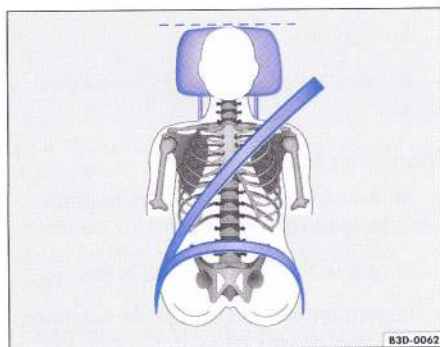
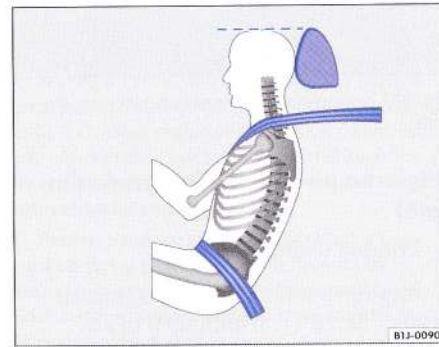

Fig. 51 Văzut din față: tetieră reglată corect și centură de siguranță amplasată corect.
Fig. 52 Văzut dintr-o parte: tetieră reglată corect și centură de siguranță amplasată corect.
- Reglați tetierele astfel încât marginea superioară a tetierei să se afle la aceeași înălțime cu partea superioară a capului dvs. - totuși nu mai jos de ochi. Poziționați partea posterioară a capului cât mai aproape de tetieră ⇒ fig. 51 și ⇒ fig. 52.